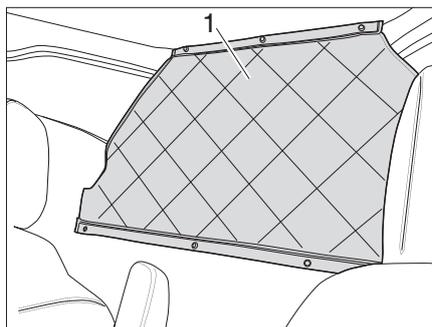

Fig. 7 Arrotolamento della copertura di passaggio
- Aprire e arrotolare la copertura di passaggio (Fig. 7,1).